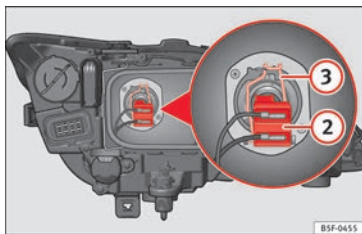

Bild 104 Halvljusstrålkastare.
- Ta bort kontakten » **bild 104** ② från glödlamp.
- Lossa fjäderhållaren » **bild 104** ③ genom att trycka inåt till höger.